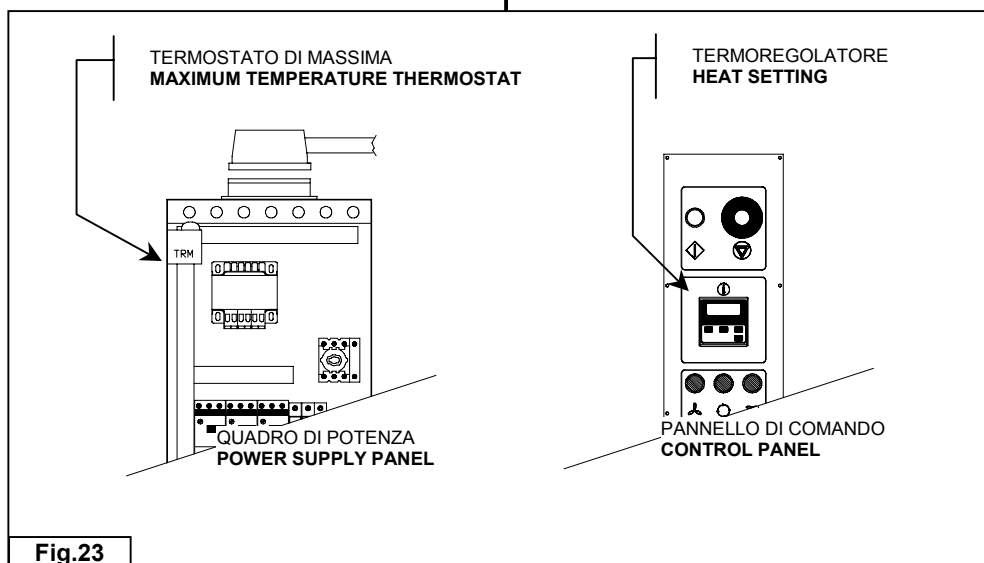

Fig.23
-Dopo aver acquisito la temperatura d'esercizio (MAX.300°C) da impostare sul termoregolatore del pannello comando (**Fig.23**), tarare il termostato di sicurezza posto nel quadro di potenza, ad un valore di 50°C superiore alla massima temperatura d'esercizio acquisita.
- After setting the operating temperature (Max. 300°C) on the control panel with the heat adjustment setting (**Fig. 23**), calibrate the safety thermostat on the power supply panel at a value that is 50°C higher than the maximum operating temperature setting.